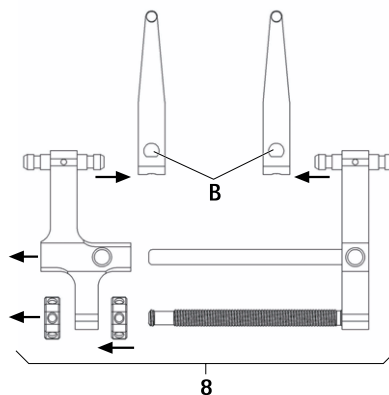

Рис. 4
- Демонтаж дистрактора 8 с distractionными пластинами, см. Рис. 4: Задействовать задвижку В и извлечь distractionную пластину FW239R.